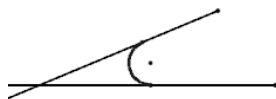

图 5.6.11 “取消修剪”的圆角
- 如果选中“取消修剪”按钮，则绘制的圆角如图 5.6.11 所示。